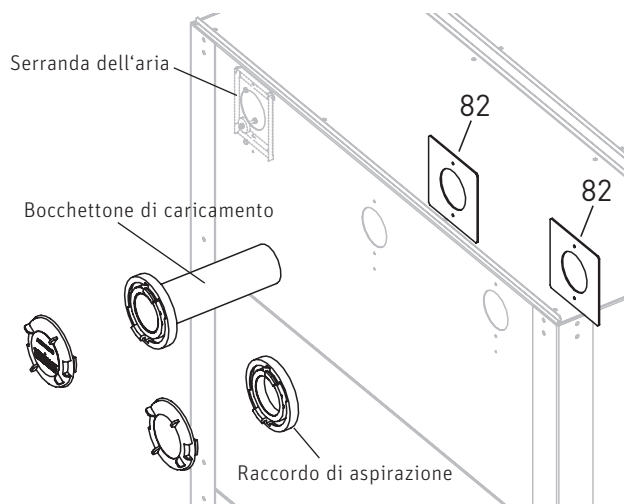

Fig.18 Montaggio del bocchettone di caricamento e del raccordo di aspirazione
Avvitare 1 bocchettone di caricamento, 1 raccordo di aspirazione – all'esterno, 2 fissaggi per bocchettone (82) – all'interno, rispettivamente con 2 viti a testa svasata M6 x 40 e dadi – Fig. 18.